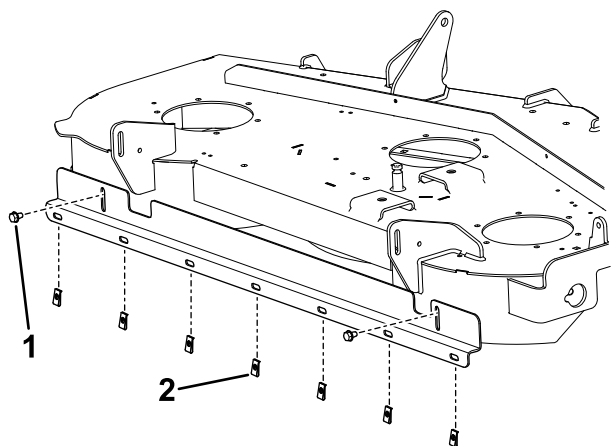

Bild 3
4. Befestigen Sie die Halterung mit zwei selbstschneidenden Schrauben an den Löchern (Bild 3).
5. Setzen Sie sieben Geschwindigkeitsmutter in die offenen Löcher in der Halterung ein (Bild 3).